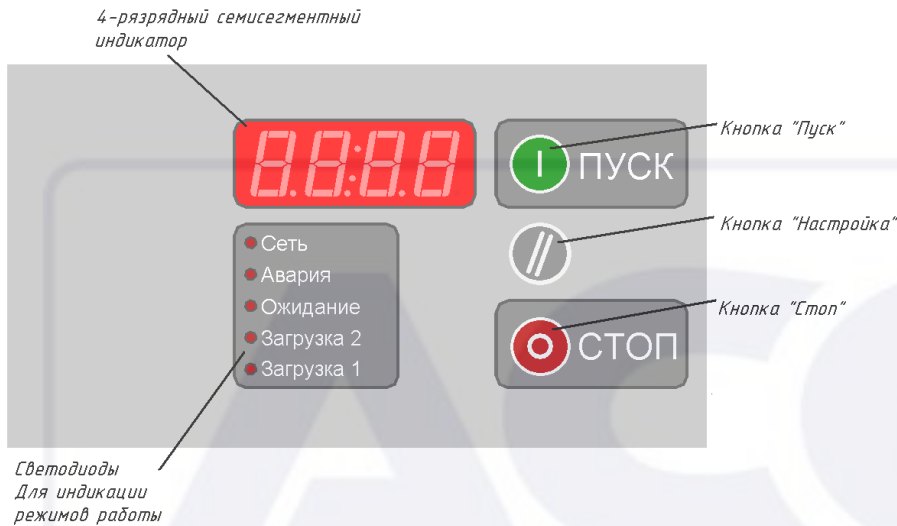

Рисунок 5 – Контроллер КПК-01
7.3.1 Нажать и удерживать среднюю кнопку «**Настройка**» в течение 5 секунд (рисунок 5) можно просмотреть поочередно: